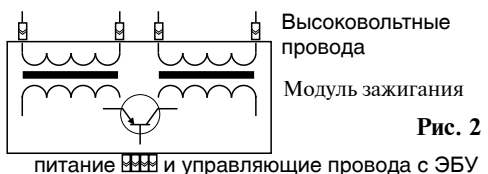
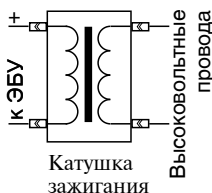
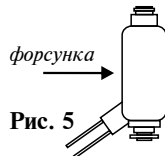

Рис. 2
Рис. 3
Рис. 5
желтый провод выведите под капот и подключите к управляющему проводу модуля зажигания, рис. 2, или коммутируемому проводу катушки зажигания, рис. 3. Также возможно подключение к коммутируемому проводу форсунки, рис. 5.
**Дизельный двигатель с электронной форсункой** - желтый провод выведите под капот и подключите к коммутируемому проводу форсунки, рис. 5.